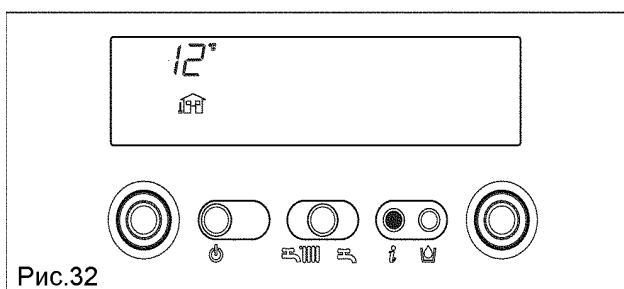

Рис.32
**Info 1** только при подключенном внешнем (уличном) датчике, отображается уличная температура (например, 12°C) (рис. 32). Отображаемые на дисплее значения заключены в пределах от -40°C до +40°C. При выходе за эти пределы на дисплее отобразится “- -”.